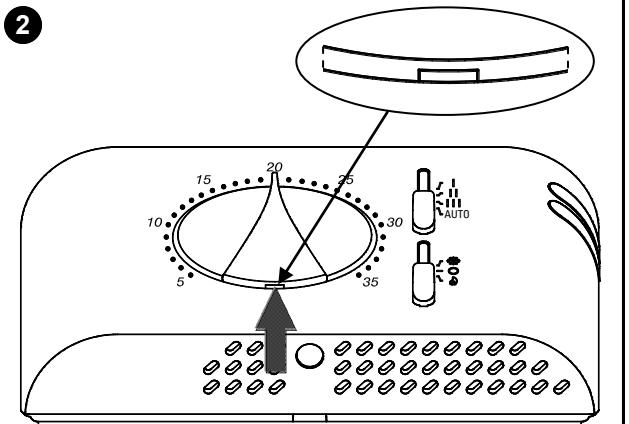

Fig. 5 - Abb. 5
- Girar la tapa ejercitando una ligera presión hasta extraerla completamente Fig. 5).
- 4 Tourner la calotte en exerçant une légère pression jusqu'à l'extraire complètement (Fig. 5).